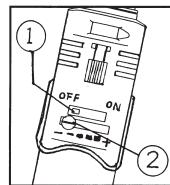

Fig. 2
1. Vrid på/av knappen från vänster (off) till höger (on) för tändning. Se fig. 2.
3. Vrid på/av knappen från vänster (off) till höger (on) för tändning Se fig. 2.